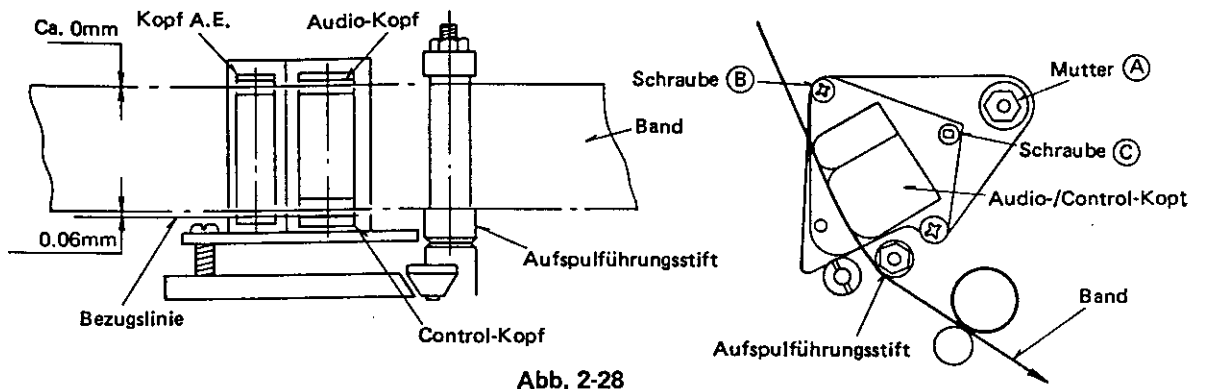

Abb. 2-28
2. Zur Einstellung die Mutter "A" so drehen, daß ein maximales Audio-Ausgangssignal mit den nachstehend angegebenen Werten erzeugt wird (Abb. 2-28).